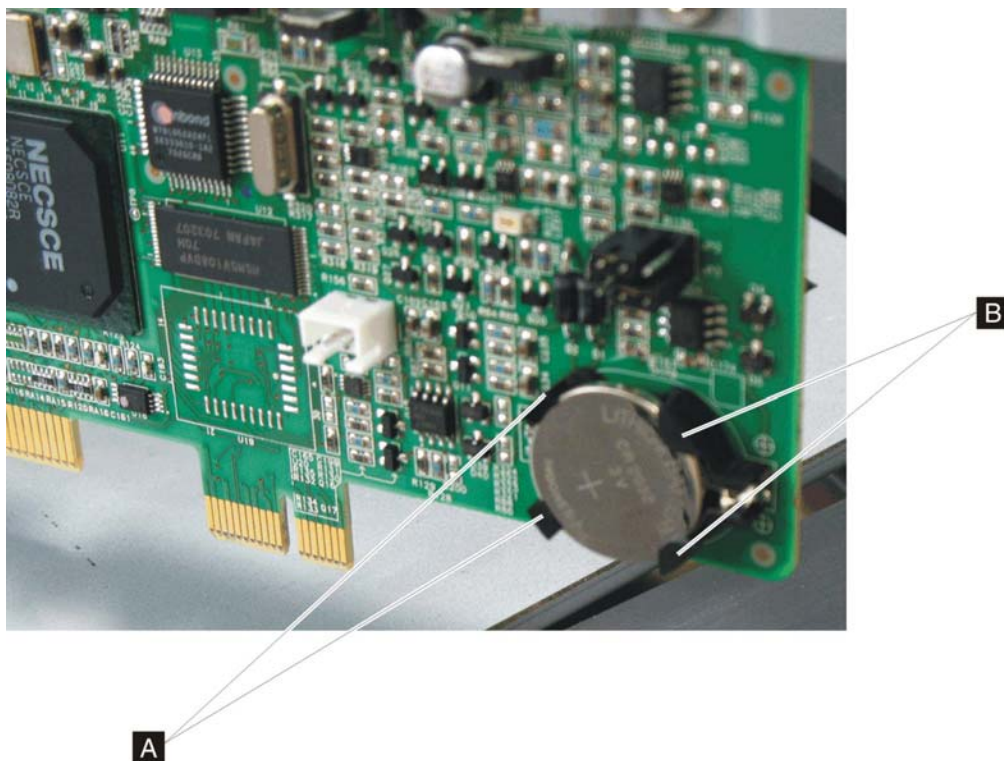

图 33. 卸下转接卡电池
2. 使用螺丝刀的尖端，小心地从电池插座短卡口（第 42 页的图 33 中的 **A**，在转接卡的后端）下撬出电池。
1. 将电池的一个边缘（正极向上）插入电池插座的长卡口（图 33 中的 **B**，在转接卡的前端）。